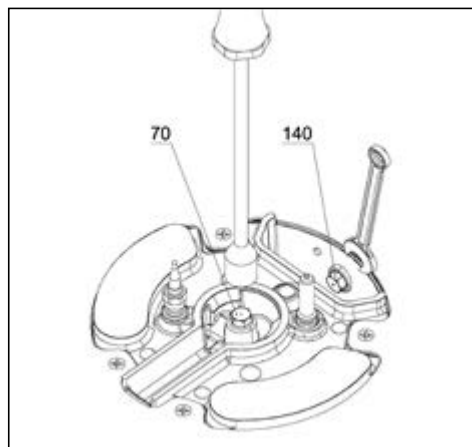

FIG. 2
- retirer les buses avec une clé à tube de 7 mm et les remplacer par des buses adaptées au type de gaz désiré. (fig. 2)